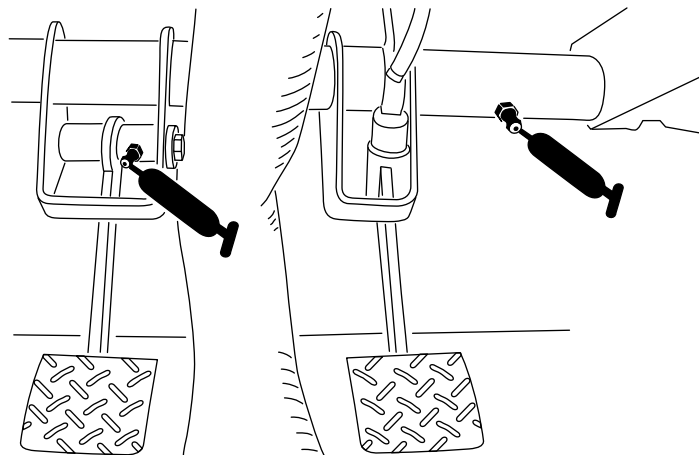

Figura 38
- Embrague (1) y freno (1) (Figura 38.)